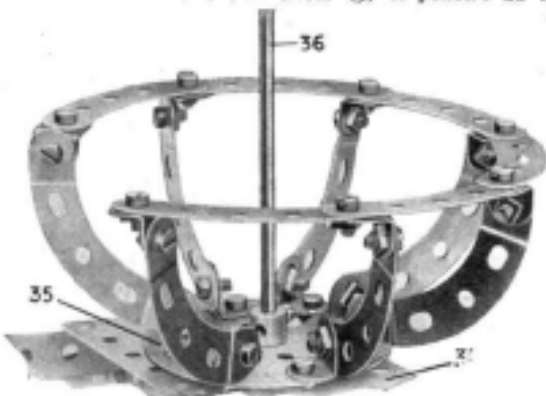

Fig. 2. — Voiture tournante
Chaque voiture pivotante (Fig. 2) comprend un Plateau Central (35) sur lequel sept Bandes incurvées de petit rayon de 6 cm. sont fixées par des